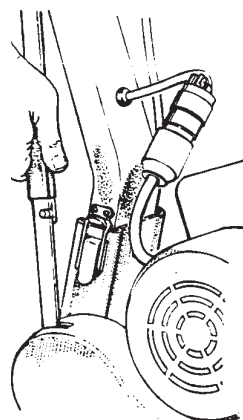

Figura 2
- 2 Deslice el collarin mas alla del solapamiento del enlace de control; retire la clavija de la ranura. (Figura 2)
- 4 Suelte las seguros de la manija y retire la manija del chasis. (Figura 2)
- 1 Instale la bolsa de recolección de polvo presionando el extremo del tubo de escape hasta que el anillo encaje dentro de la ranura (Figura 2). El mejor modo de hacer esto es presionando la parte posterior de la abertura de la bolsa con la palma de su mano.